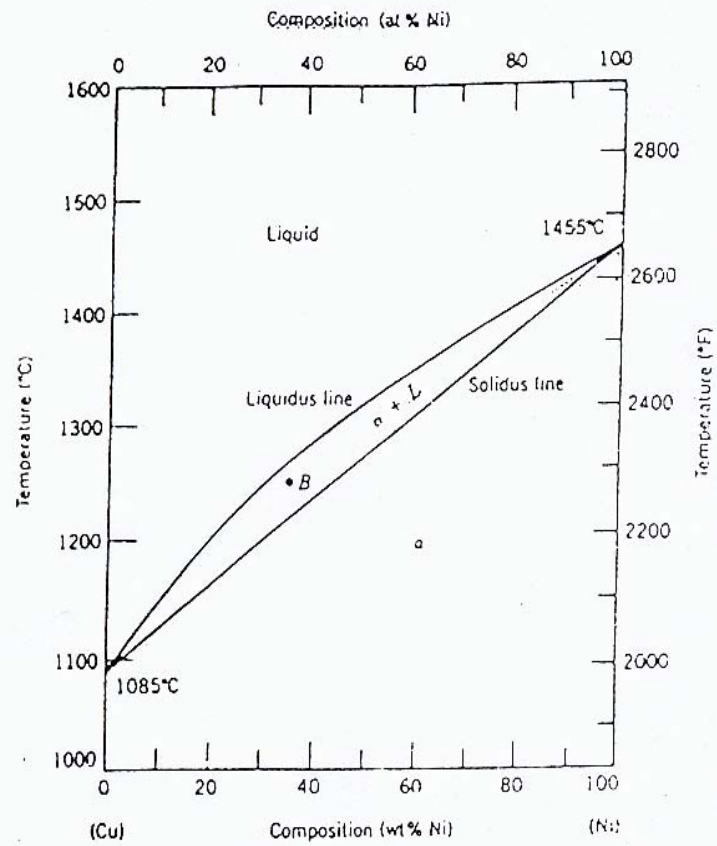

Fig. 1 Diagrama de fases al equilibrio del sistema Cu-Ni.
La Fig. 1 corresponde al diagrama de fases al equilibrio del sistema Cu-Ni. La composición aparece expresada horizontalmente en %át. Ni (arriba) y en %p. Ni (abajo). Al bajar la temperatura, el Cu y el Ni forman una solución sólida de sustitución α , la que presenta solubilidad total al estado sólido (esto es, sin límite de solubilidad). Esta fase α presenta una estructura cristalina CCC, la misma que exhiben el Cu y el Ni por separado.
Pregunta: Bajo condiciones de equilibrio, se tiene una aleación de una composición W_0 a temperatura T, de modo que el material se encuentra dentro del campo bifásico Líquido + α del correspondiente diagrama, ver punto B de la Fig. 1.
-A $T = 1.250^\circ\text{C}$, la aleación de composición W_0 está representada por el punto B del campo bifásico $L + \alpha$ del diagrama Cu-Ni de la Fig. 1.
Nótese que a la referida temperatura $T = 1250^\circ\text{C}$, ver Fig. 1, se tiene lo que aparece en la Tabla 1: